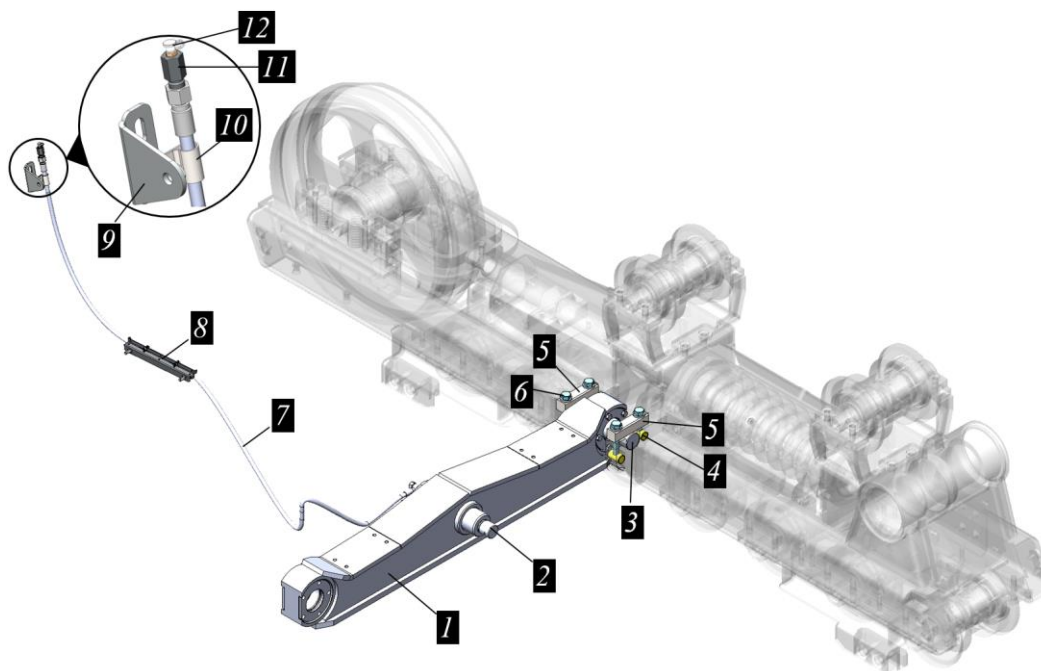

Рисунок 13.3. Конструкция балансирной балки
- ☐ Планки 5, рис. 13.3, можно фиксировать только тогда, когда машина находится на ровной горизонтальной поверхности и затягивать болты 6 с моментом 650 Н·м.
Смазка центральной оси 2 подается через пресс-масленку 12 и РВД 7 от рамы к балансирной балке 1, рис. 13.3